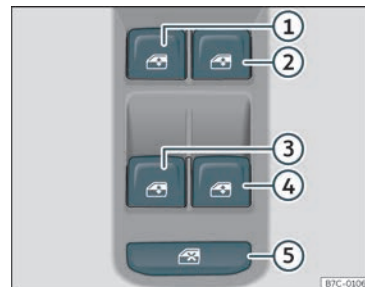

Fig. 82 Detall de la porta del conductor: comandaments per a les finestretes.
Mitjançant el comandament de seguretat >>> **fig. 82** ⑤ de la porta del conductor podeu desactivar les tecles dels alçavidres de les portes del darrere.